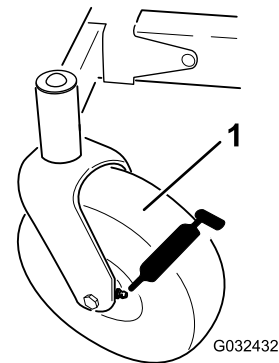
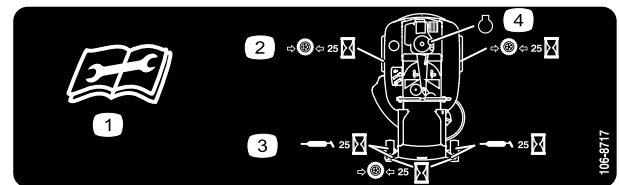

Figura 38
Figura 39
3. Pulite i raccordi d'ingrassaggio (Figura 38 e Figura 39) con un panno.
4. Collegare un ingrassatore a pressione a ciascun ingrassatore (Figura 38 e Figura 39).